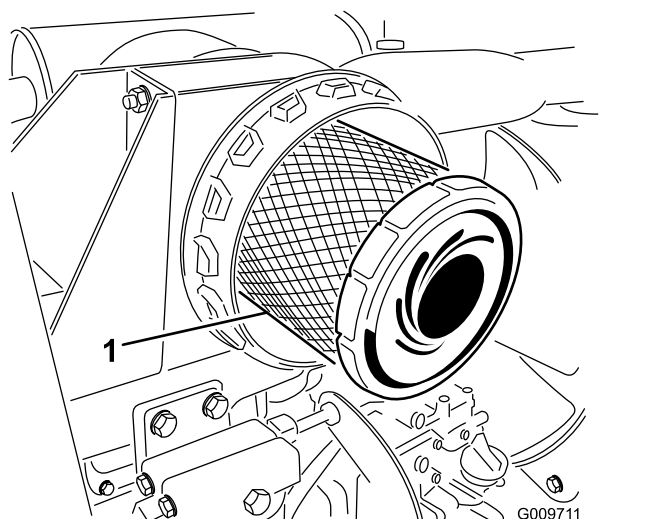

Рисунок 31
3. Снимите и замените фильтр грубой очистки (Рисунок 31).